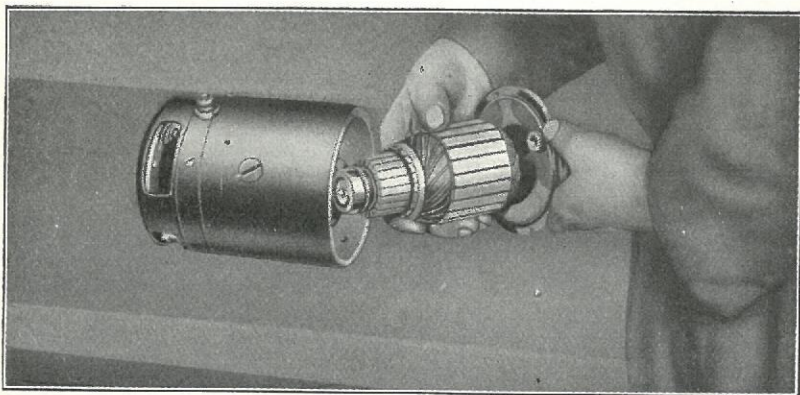

Fig. 452
- 907** Armaturen, som indbefatter Dynamoskjoldet, kan derefter sammen med det store og det lille Kugleleje udtages af Stellet (Fig. 452).